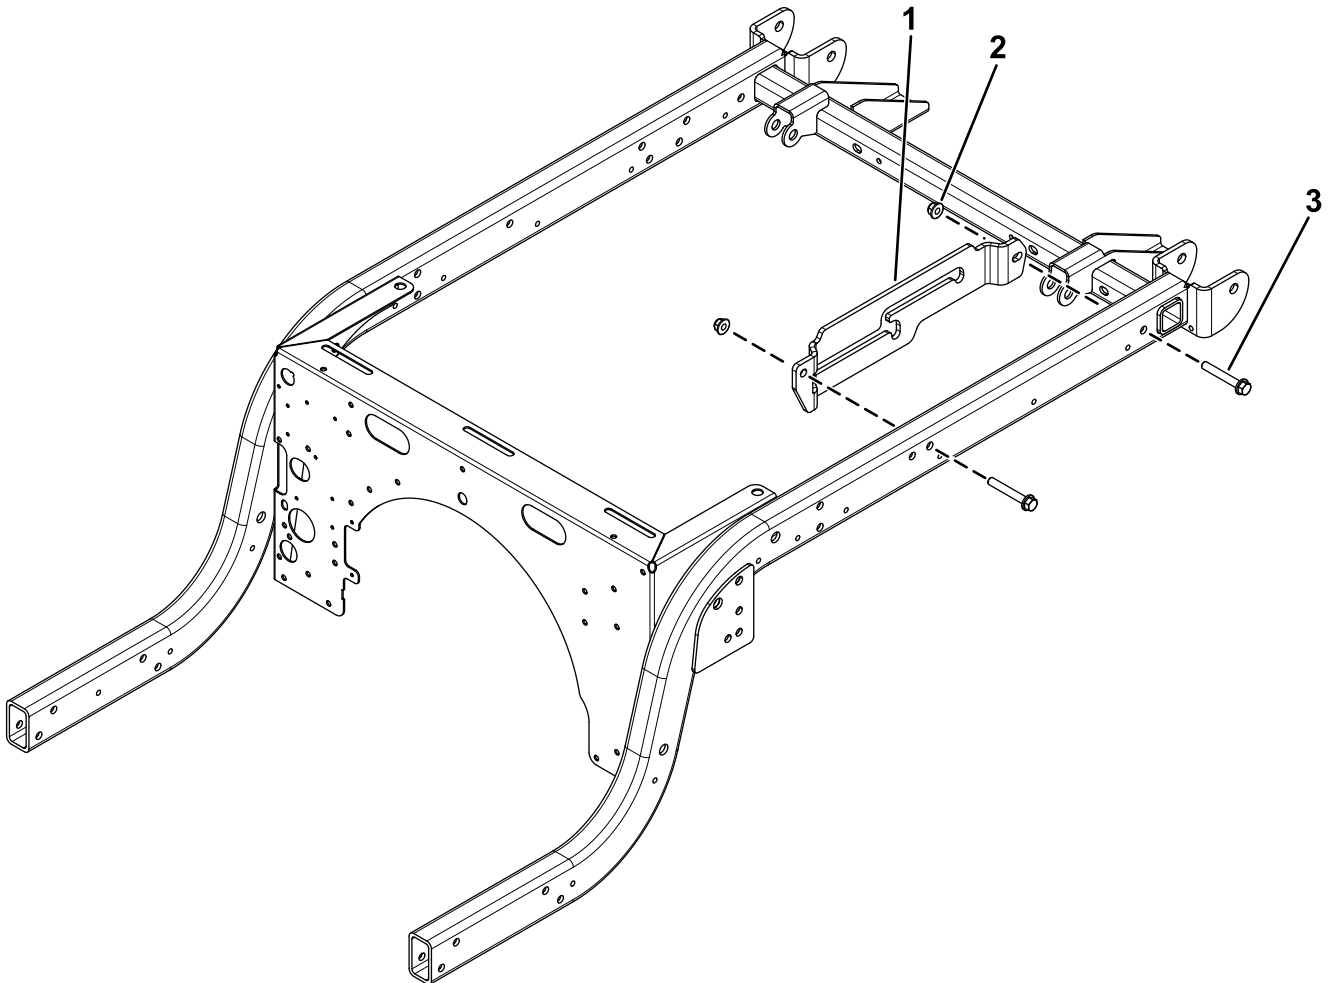

Figura 3
1. Fissate la staffa dell'asta di supporto al telaio della macchina utilizzando 2 bulloni a testa esagonale ( $\frac{3}{8}$ " x  $2\frac{1}{2}$ "") e 2 dadi di bloccaggio ( $\frac{3}{8}$ "") come illustrato nella Figura 3.